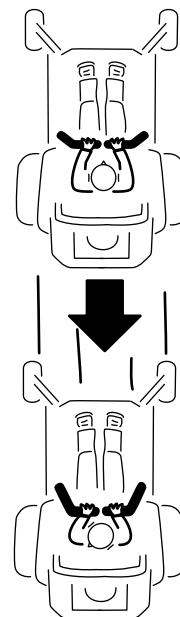

Figura 25
2. Para andar para trás, puxe as alavancas de controlo do movimento lentamente para trás (**Figura 25**).